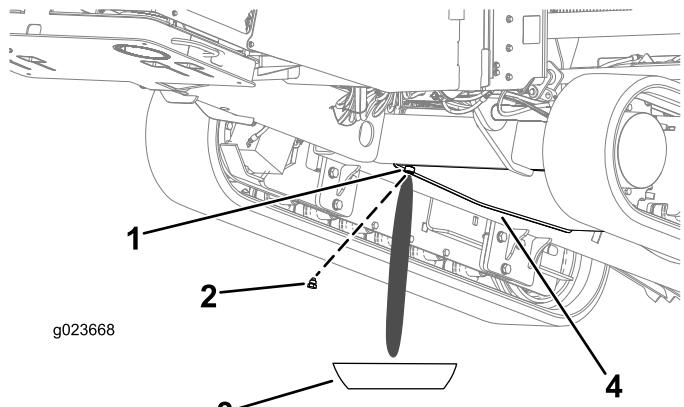

Figura 97
3. Desaparafuse o bujão de drenagem até escoarem a água e os sedimentos (Figura 97).